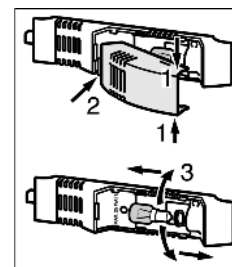

Fig. 23
- ▶ Het afdekkapje van de lamp boven en onder vastpakken *Fig. 23 (1)*.
- ▶ Het afdekkapje achter losklikken en verwijderen *Fig. 23 (2)*.
- ▶ Vervang de gloeilamp *Fig. 23 (3)*.